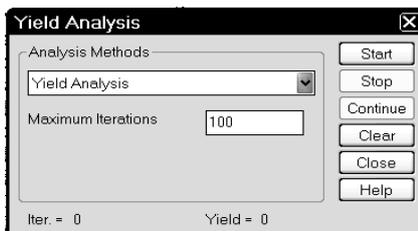
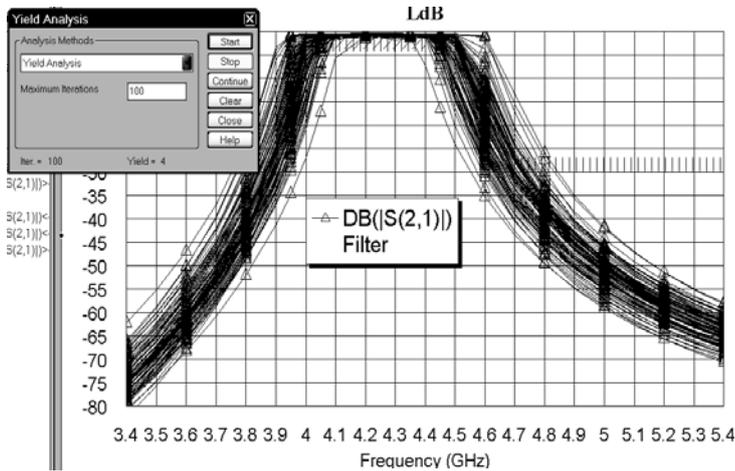

Рис. 3.46
Рис. 3.47
ровать выше по частоте не меньше, чем на такую же величину. Чтобы убрать ненужные теперь трассы характеристик, щёлкните по кнопке **Clear** в окне рис. 3.46 и закройте это окно.
4. Выполните статистический анализ, выбрав в меню команду **Simulate>Yield Analysis**. Откроется диалоговое окно **Yield Analysis** (рис. 3.46). В выпадающем списке **Analysis Methods** выберите **Yield Analysis**, в поле **Maximum Iteration** введите **100**. Нажмите **Start**. Полученный график показан на рис. 3.47. Из этого графика видно, что характеристика может смещаться вниз по частоте на 100 МГц, т.е. фильтр нужно спроектировать